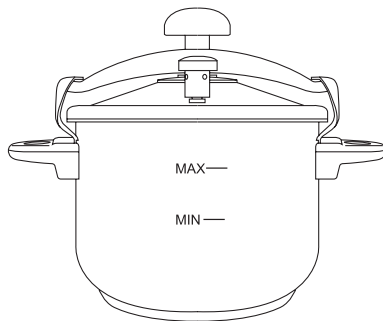

Fig. 2b
- Alimentos que no se expandan, tales como carne o verduras: la cantidad de llenado no debe superarse los 2/3 de volumen de la olla (Fig. 2b).